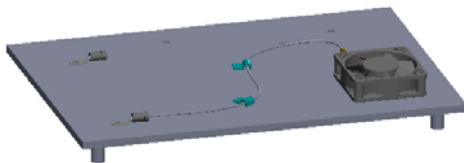

图 11.8.47 创建自动步路
Step3. 单击对话框中的  按钮，完成图 11.8.47 所示的自动步路的创建。